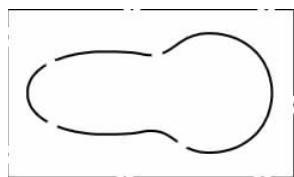

图 5-80 计算机补正方式
(1) “电脑”方式:由计算机直接计算补正后的刀具路径,刀具中心往指定方向移动一个补正量(一般为刀具的半径),NC 程序中的刀具移动轨迹坐标是加入了补正量的坐标值,如图 5-80 所示。